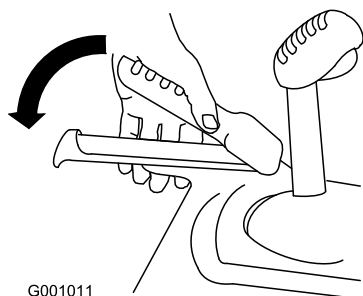

Figure 18
1. Pour engager la transmission aux roues, serrez le levier gauche (déplacement) contre la poignée (Figure 18).